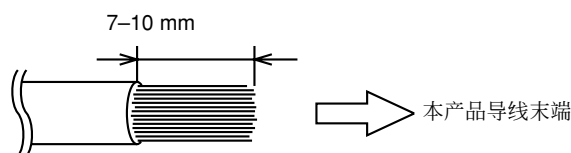

图 4
2. 从电线末端将绝缘层去除 7 – 10mm 左右。（图 4）